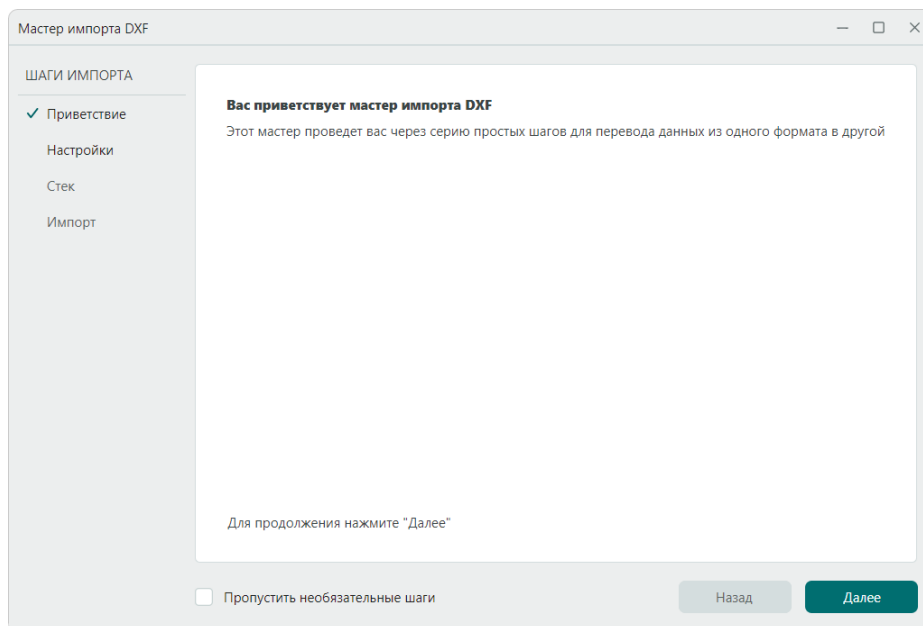

Рис. 75 Стартовое окно мастера импорта .dxf
1. Нажмите кнопку «Далее» в стартовом окне, см. Рис. 75.